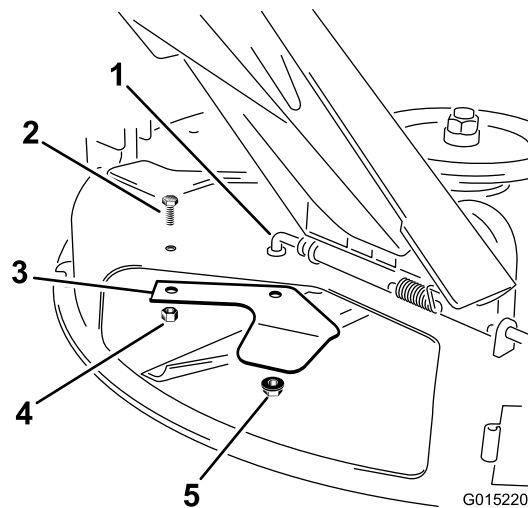

Figure 20
2. Retirez les contre-écrous et le boulon qui fixent le déflecteur d'ouverture sur le dessous du plateau (Figure 20). Mettez les fixations de côté.